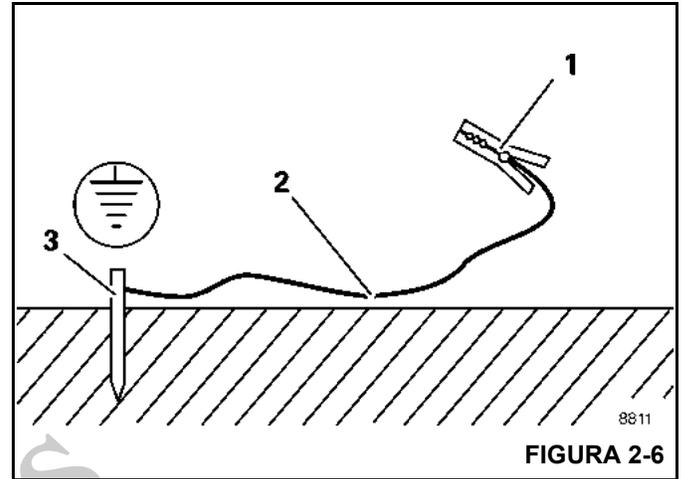

FIGURA 2-6
1. Martele uma haste de metal (3, Figura 2-6) (comprimento de aproximadamente 2,0 m [6.6 pés]) pelo menos 1,5 m (5 pés) no solo.
2. Umedeça o solo ao redor da haste de metal (3) para obter melhor condutividade.
3. Prenda o cabo isolado (2) na haste de metal (3) seção transversal de pelo menos 16 mm2 (0.025 pol.2) (AWG 5).
4. Conecte a extremidade livre do cabo com um grampo (1) a um local com boa condutividade elétrica na estrutura.